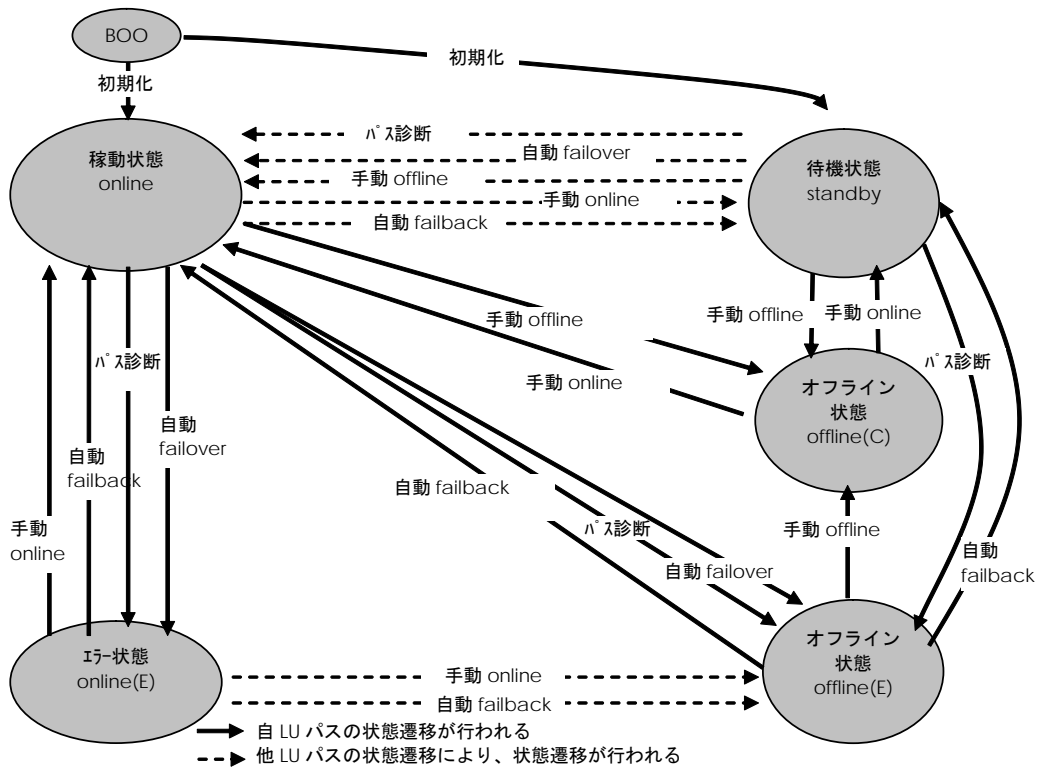

図 2-3 LU パスの状態遷移
LU パスの状態には、online、online(E)、standby、offline(C)、offline(E)の 5 つの状態があります。表に各状態の説明を、図 2-3 に状態遷移図を示します。
ユーティリティソフトから変更できるパスの状態の詳細は、「LU パスの状態」図 2-3 LU パスの状態遷移 を参照してください。
- (1) HFC-PCM-2 が認識する LU パスのうち、online 状態又は standby 状態の LU パスが診断対象となります。自動 Failback が有効な場合は、online(E) 状態 及び offline(E) 状態の LU パスも診断対象となります。
- (2) 診断する LU パスは自動的に選択されます。手動で選択することはできません。
- (3) パス診断の実行の有無、診断間隔は、ユーティリティソフトにより変更することができます。
- (4) パス診断中に障害を検出した場合は、パスの状態が offline(E)または online(E) に変更されます。
- (5) パス診断によるパス状態の遷移については、「LU パスの状態」 図 2-3 LU パスの状態遷移 を参照してください。
- (6) ディスク以外のデバイス(Tape 等)は HFC-PCM-2 の管理対象外です。パス診断は実行されません。
- (7) 表 2-7 パス診断機能と同等処理を行なうオペレーション に示すオペレーションを契機に、パス診断機能と同等の処理を実行します。